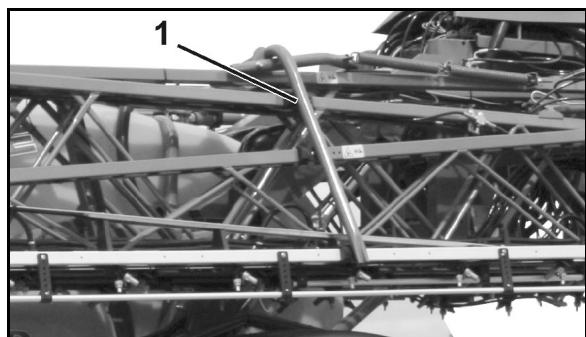

Fig. 9
- Sistem de blocare la transport (Fig. 9/1) la timoneria Super-L împotriva deschiderii accidentale prin rabatire